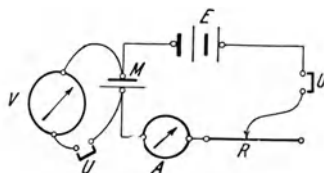

Fig. 156.
**Anleitung.** a) Lege den Spannungsmesser  $V$  (Fig. 156) und einen offenen Ausschalter in Nebenschluß zum Meßsammler  $M$ . Stelle einen Stromkreis her aus 2 hintereinander geschalteten Sammlern  $E$ , einem Stromschwächer  $R$ , einem offenen Ausschalter  $U$ , dem Meßsammler und einem Strommesser  $A$ , doch so, daß die gleichnamigen Pole der Batterie und des Meßsammlers miteinander verbunden sind. Welche Farbe hat die positive Platte des Sammlers  $M$ ? *Bleiperoxyd*. Welche Farbe haben die beiden negativen Platten? *Blei*. Schließe den Haupt-